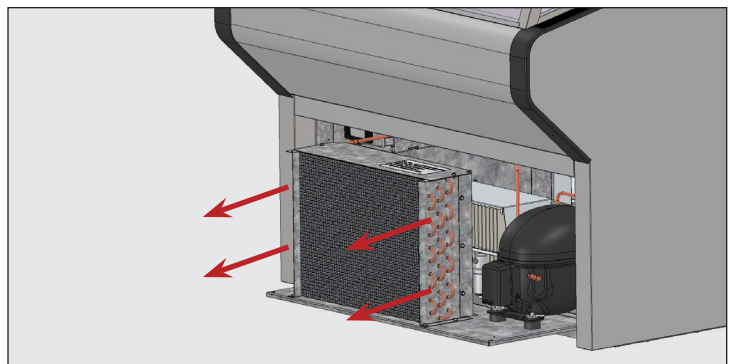

Fig. 6. Sortez l'unité de condensation avec soin en la faisant glisser.
8. Faites coulisser délicatement l'unité de condensation pour la sortir (les connexions tubulaires sont flexibles). Soufflez doucement de l'air comprimé ou du CO₂ dans le serpentin jusqu'à ce qu'il soit nettoyé. Voir fig. 6.